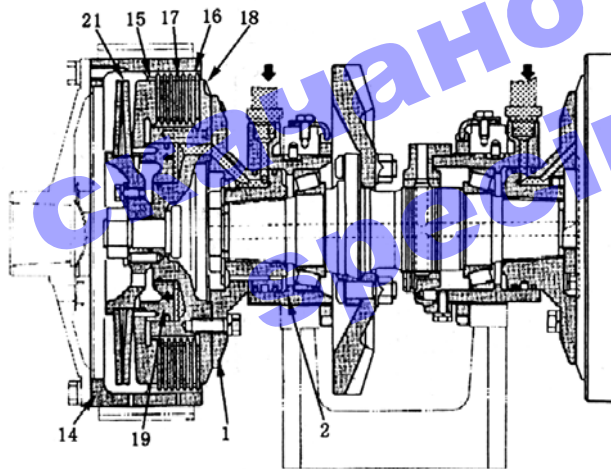

Рис. 5-28.
5.6 Муфта рулевого управления (см. рис. 5-28 - 5.29)
При повороте рычага рулевого управления масло из управляющего клапана рулевого управления подается из внутреннего сепаратора внутреннего барабана (18), смещая поршень (19) (см. рис. 5-28) влево и отжимая пружины муфты (21), которые в свою очередь снимают давление с пластин (17) и фрикционных дисков (16), прекращая передачу усилия на внешний барабан (14) и снимая усилие с главной передачи.